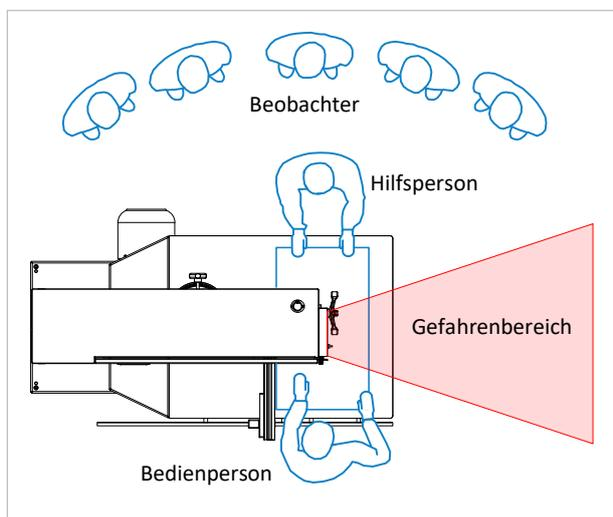

Abbildung 3: Gefahrenbereich um die Maschine
- ⚠ **Verhalten bei einem Bandbruch:** Schalten Sie die Maschine aus (optional Not-Aus drücken) und warten Sie unbedingt, bis alle Bandsägeräder vollständig stillstehen, bevor Sie weitere Maßnahmen ergreifen. Nur das untere Rad wird abgebremst! Im Gefahrenbereich neben der Maschine (siehe ⇒ Abbildung 3) besteht bei einem Bandbruch Lebensgefahr!